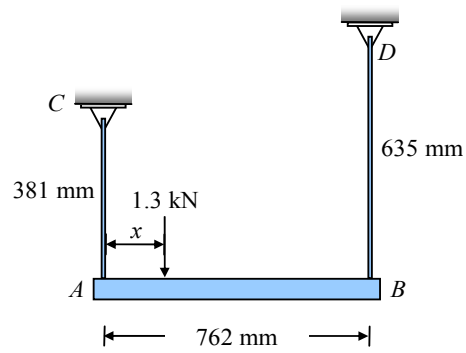

Figure 1
1. The assembly shown in Figure 1 consists of two steel suspender rods AC and BD attached to the 445-N uniform rigid beam AB . Determine the position x for the 1.3 kN loading so that beam AB remains in a horizontal position both before and after the load is applied. Each rod has a diameter of 13 mm. $E_{st} = 200$ GPa. (25 points).
1. L'assemblée illustrée à la Fig.1 se compose de deux barres en acier AC et BD qui sont attachées à la poutre rigide uniforme AB pesant 445-N. Déterminez la position x pour le chargement 1.3 kN de sorte que la poutre AB reste horizontale avant et après l'application du chargement. Chaque barre a un diamètre de 13mm. $E_{acier}=200$ GPa (25 points).